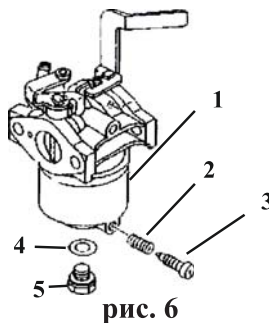

рис. 6
7.7.3 Слейте топливо из поплавковой камеры карбюратора, вывинтив пробку 3 (рис. 6). После слива установите пробку на место и затяните.
7.7.4 В модификациях в которых отсутствует винт слива, бензин сливать вывинтив болт 5 (рис. 6) крепления поплавковой камеры 1 (рис. 6), придерживая камеру.